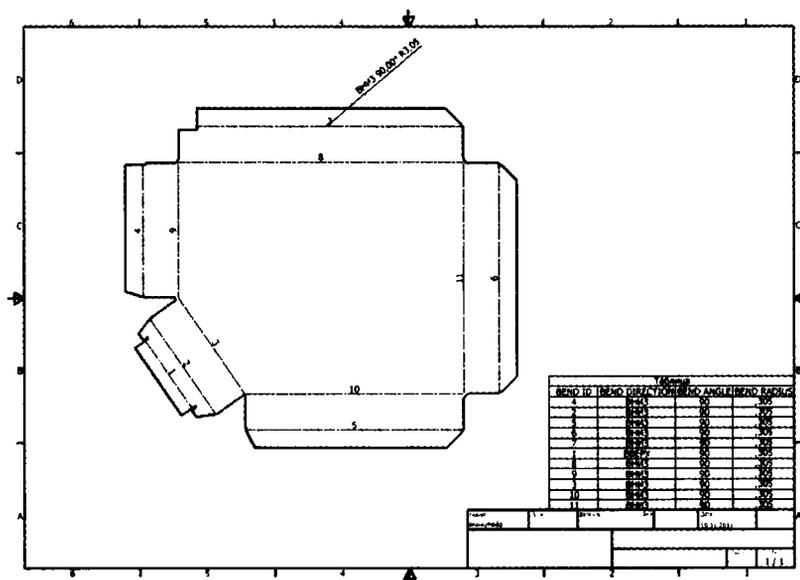

Рис. 10.29. Таблица сгибов и развертка помещены на чертеж
10. Нажмите **ОК**, затем поместите таблицу на чертеж. См. рис. 10.29.